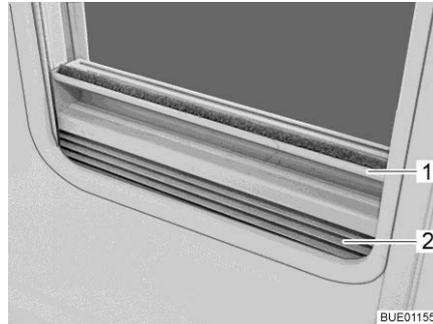

Fig. 35 Estor plegable
- Sujetar el estor plegable (Fig. 35,2) por el centro del agarradero (Fig. 35,1), tirar de abajo a arriba y soltarla a la altura deseada. El estor plegable se queda fijo a esta altura.